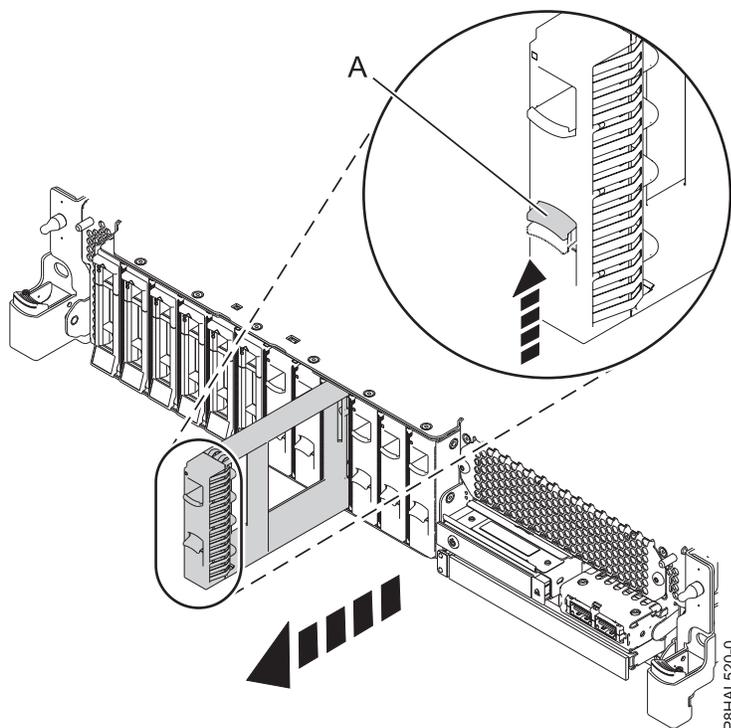

Figura 31. Remover um enchimento de uma unidade de disco de um sistema de função base
- a. Empurre o trinco (A) na pega do enchimento na direcção demonstrada em Figura 31 na página 35.